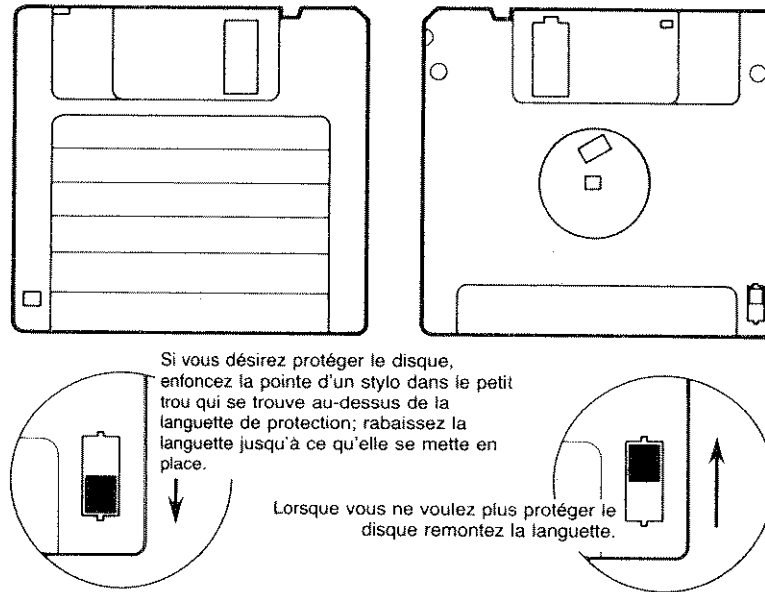
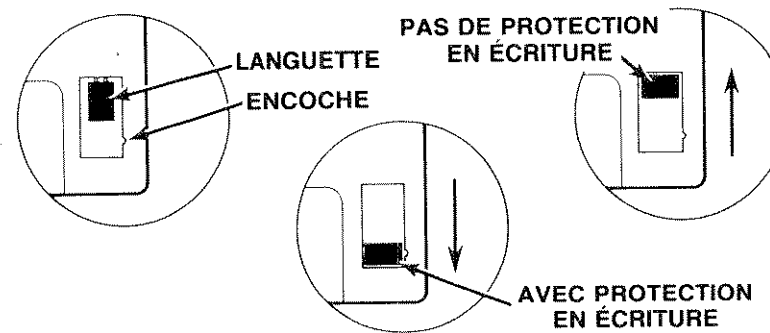

Figure 6 : Protection en écriture pour le HP 9122
Figure 7 : Protection en écriture pour le HP 9121
- Regardez la figure 6 si vous souhaitez protéger en écriture un disque double face, et la figure 7 si vous desirez protéger en écriture un disque simple face.